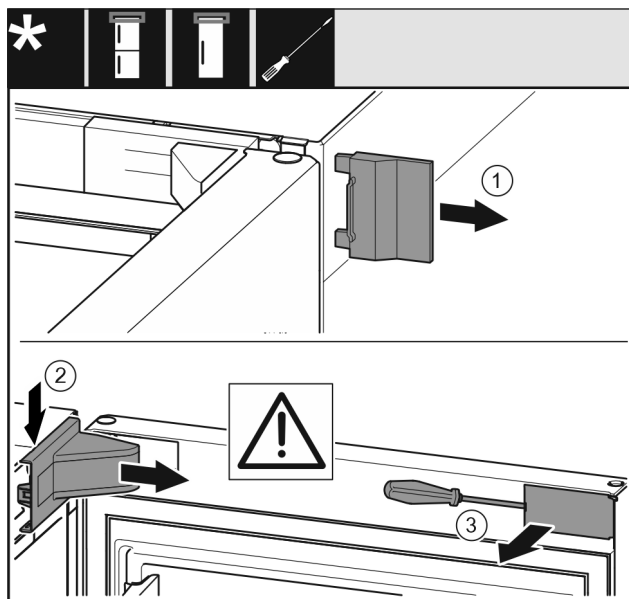

Fig. 7
- ▶ Свалете външния капак Fig. 7 (1).
- ▶ Освободете и свалете капака на лагерната стойка Fig. 7 (2).
- ▶ Освободете капачката Fig. 7 (3) с плоска отвертка и я завъртете настрани.